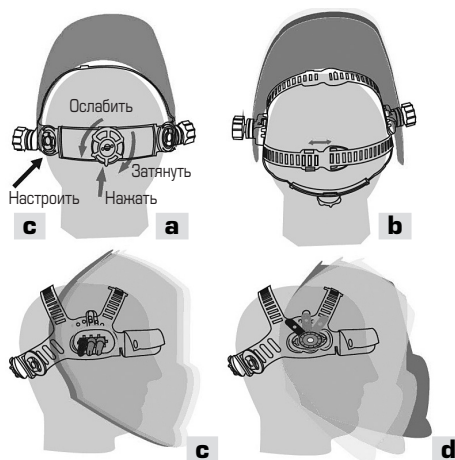

Рис. 1 Настройка удобства работы
- a)** Наденьте маску на голову. Нажмите регулируемую ручку вниз (в заднем положении головы), одновременно вращая ее против часовой стрелки, чтобы увеличить длину окружности обруча, или по часовой стрелке, чтобы уменьшить длину окружности головного обруча (см. рис. 1а).
- e)** Настройте угол обзора (см. рис. 1а).